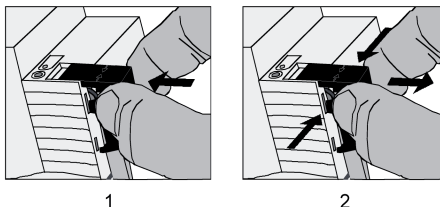

Figure 6: Poser/retirer le capuchon de protection pour la connexion du bus
- Poser le capuchon de protection : Pousser le capuchon de protection sur la borne de bus jusqu'à ce qu'il s'enclenche sensiblement (figure 6).
- Retirer le capuchon de protection : Pour retirer le capuchon de protection, le presser légèrement sur le côté et le tirer vers l'avant (figure 6).